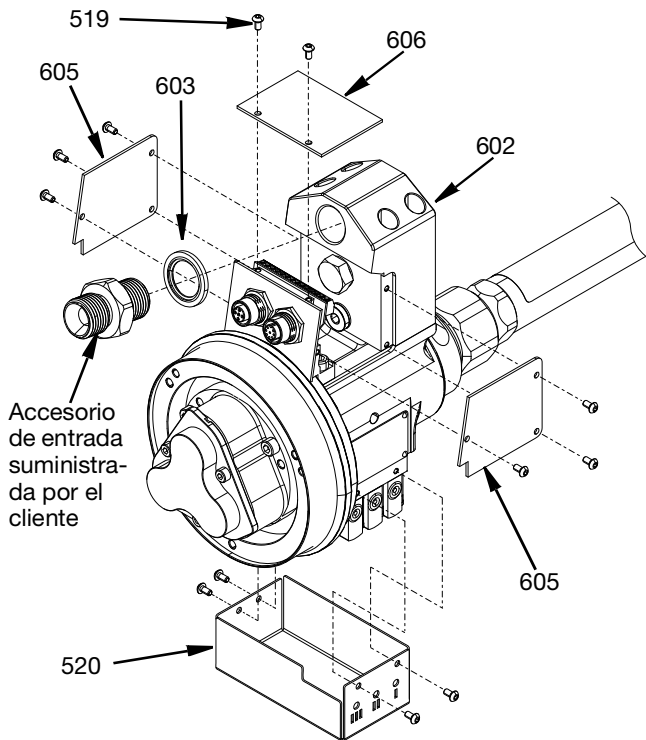

FIG. 39
9. Instale las placas de cubierta, incluida la cubierta azul exterior (520), las dos cubiertas azules laterales (605) y la cubierta azul superior (606) con doce tornillos M3 de cabeza redondeada (519) apretados a 1,35 N•m (12 lb-pulg.).
10. Aplique una fina capa de grasa de litio en la arandela de sellado (603) BSPP de 1/2 pulg. y en las roscas del accesorio de entrada suministrado por el cliente. Enrosque en el adaptador de entrada única (602) de acero inoxidable y apriete a 20,34 N•m (15 lb-pie). Consulte la FIG. 39, página 26.